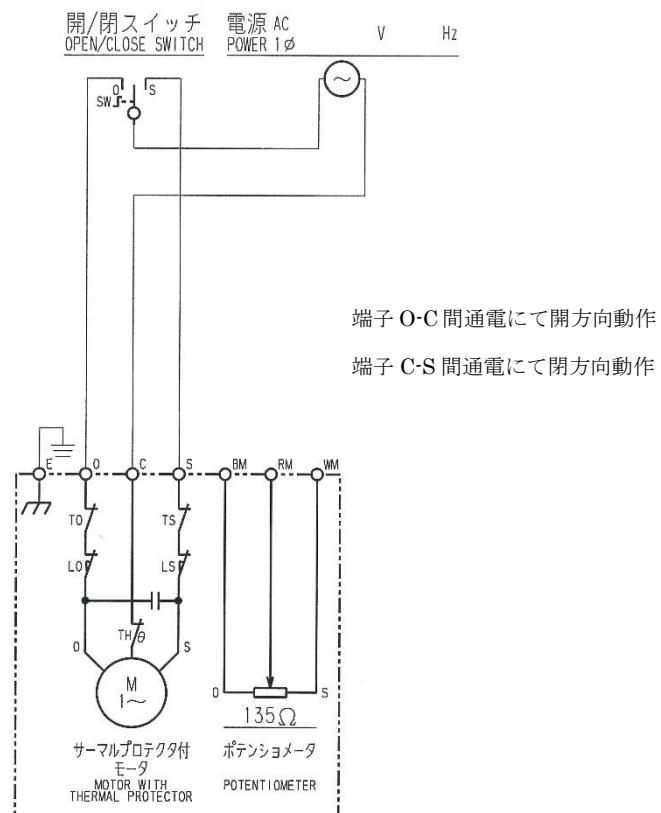

図 6 : C形内部接続図
- (1) 端子箱カバーを取り外します。端子箱と端子箱カバーの間にはパッキンが入っていますので、紛失したり傷を付けないように注意してください。
- (2) ケーブルをケーブルランドに通しケーブル先端に圧着端子を取付けます。圧着端子のかしめは適正工具で確実に行ってください。
- (3) 図6に制御動作Cの標準接続図を示します。制御動作C EやC X、その他特殊仕様の場合、本図通りでは無いことがありますので、接続図や仕様書で確認してください。
- (4) 端子台への接続は、プラスドライバーの2番を使用し確実に行ってください。
- (5) 配線終了後、パッキンの挟み込みに注意して端子箱カバーを取付けてください。